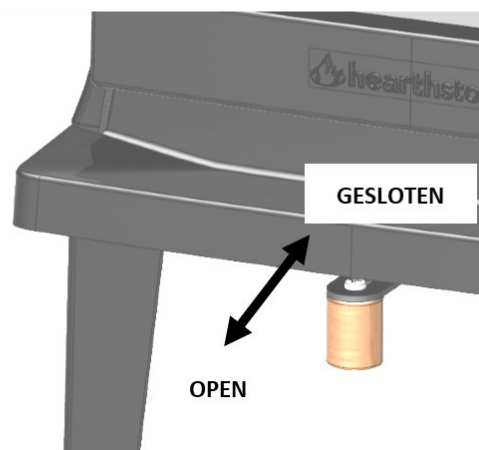

FIG. 5
De tussenpositie is meestal de ideale instelling, afhankelijk van de kwaliteit van de trek van de geïnstalleerde schoorsteen en het type brandstof dat wordt gebruikt (hardhout of zachthout) (Afb. 5).
1. **Open de luchtregelklep van het toestel volledig (Afb. 5).**